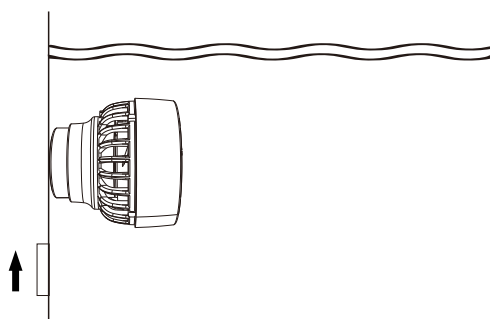

Figura 1
- 1.Installazione della pompa: Rimuovere la ventosa magnetica posteriore sul supporto del corpo della pompa a onde. Installare il corpo pompa nella posizione centrale della parete interna dell'acquario. Fissarla saldamente alla superficie interna dell'acquario con le ventose di gomma o utilizzare una ventosa di gomma girevole. Quindi, spostare la ventosa magnetica posteriore in diagonale per farla aderire alla parete esterna dell'acquario. Nota: a causa della potente forza magnetica, fare attenzione a non schiacciarsi la mano. Come mostrato nella Figura 1.